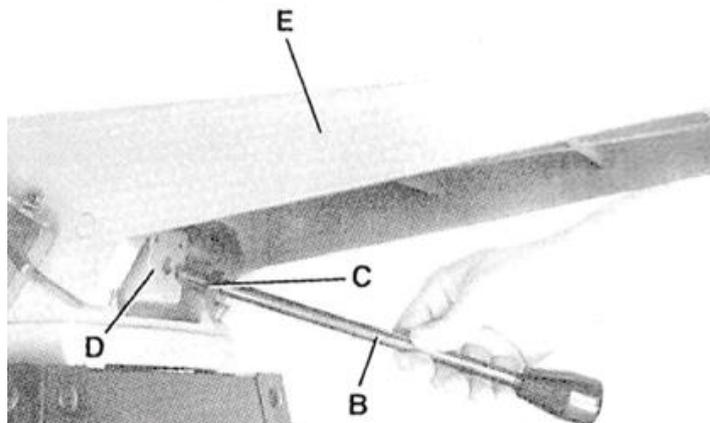

Рис. 10
Поверните стопорную гайку (С) – Рис. 10 на регулировочной рукоятке
Вкрутите ручку (В) – Рис. 10 в блок (D), который расположен под загрузочным столом (E).